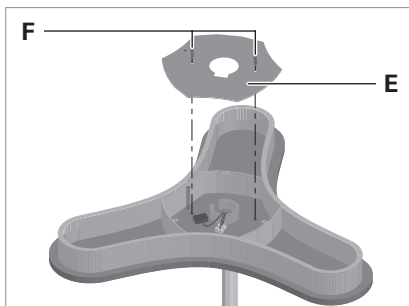

Fig. 8: Abdeckung montieren.
- ▶ Nehmen Sie die Abdeckung **E** vom Leuchtenkopf ab, siehe Fig. 8.
- ▶ Setzen Sie die Abdeckung **E** auf den Leuchtenkopf, siehe Fig. 8.